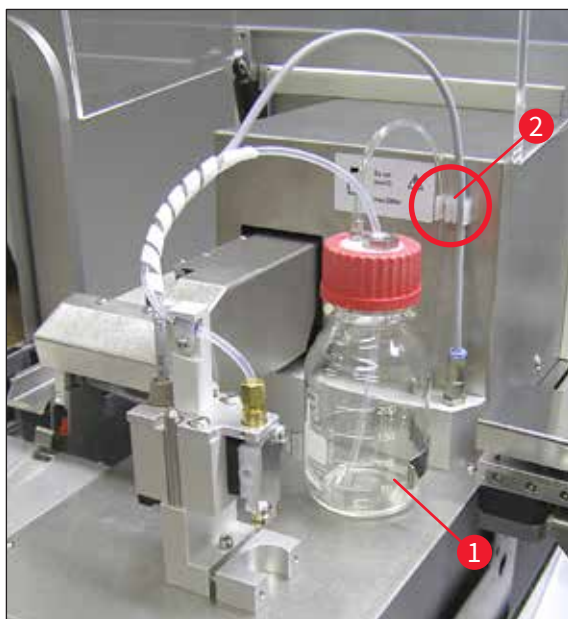

图 12
6. 将盖子 (→ 图 10-5) 拧到封固剂瓶 (→ 图 12-1) 上, 并将封固剂瓶插入到固定架 (→ 图 12) 中。